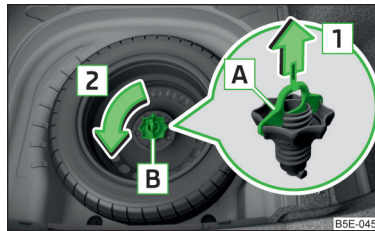

Abb. 329
Das Rad befindet sich in einer Mulde unter dem Bodenbelag im Gepäckraum und ist mit einer Sicherungsschraube **B** befestigt » Abb. 329.
- › Die Sicherung **A** in Pfeilrichtung **1** herausziehen » Abb. 329.
- › Die Sicherungsschraube **B** entgegen der Pfeilrichtung **2** einschrauben » Abb. 329.